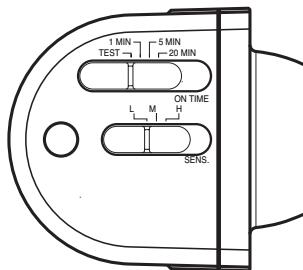

Figura 7
- Deslice el interruptor de sensibilidad (SENS) a la posición "L" y el interruptor ON-TIME a la posición TEST (vea la Figura 7).